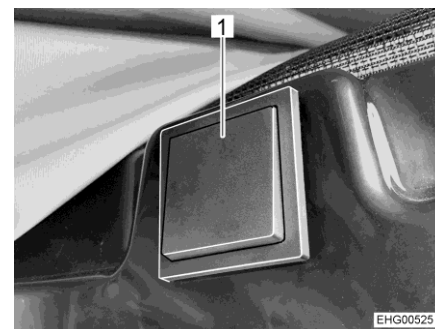

Bild 48 Knapp för elektrisk upplåsning
Knappen för elektrisk upplåsning (Bild 48) finns på höger sida i området ovanför skjutdörren.
- Tryck på knappen (Bild 48,1) under minst 2 sekunder.